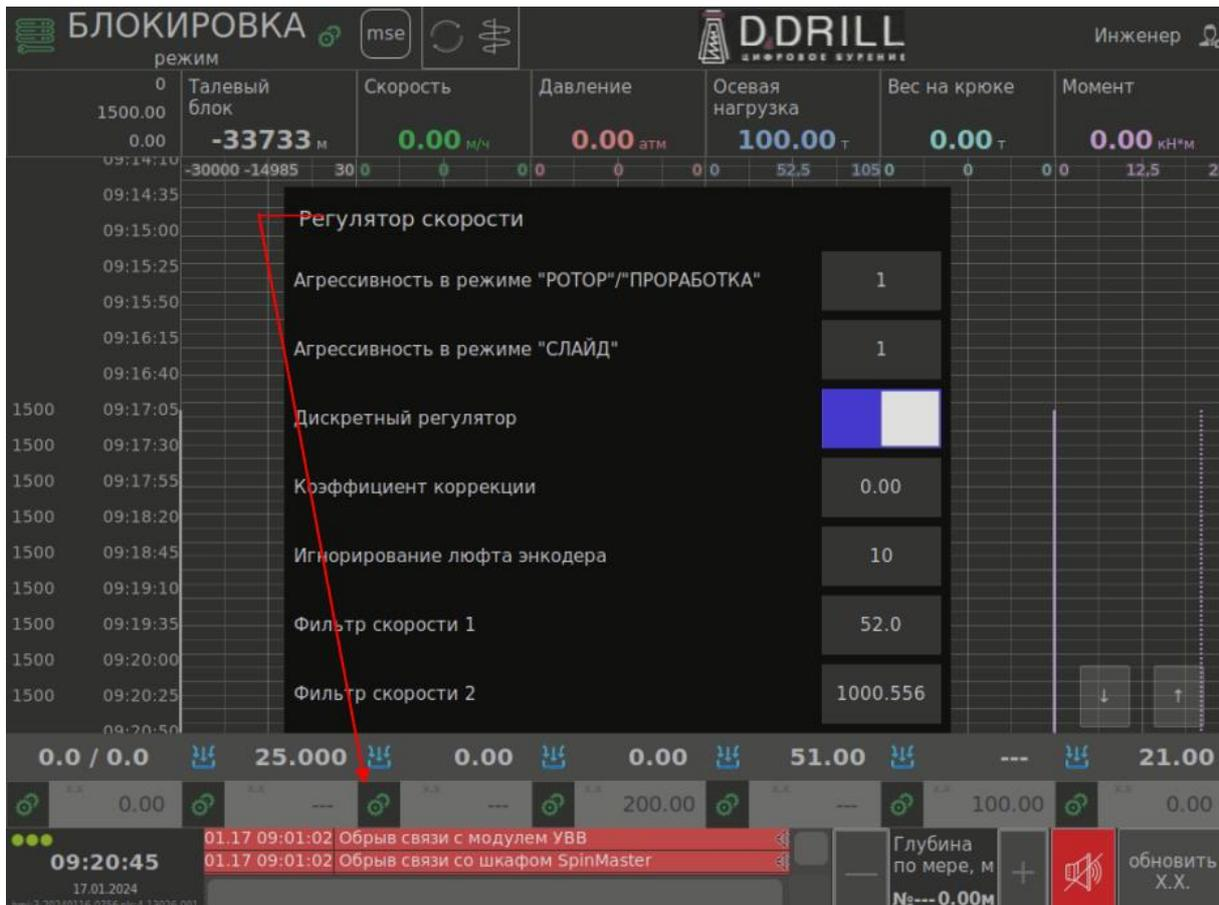

Рис. 11
1. Для настройки высоты талевого блока, а также корректировки глубин забоя и долота, нажмите на изображение шестерни, указанной на рисунке Рис. 11.